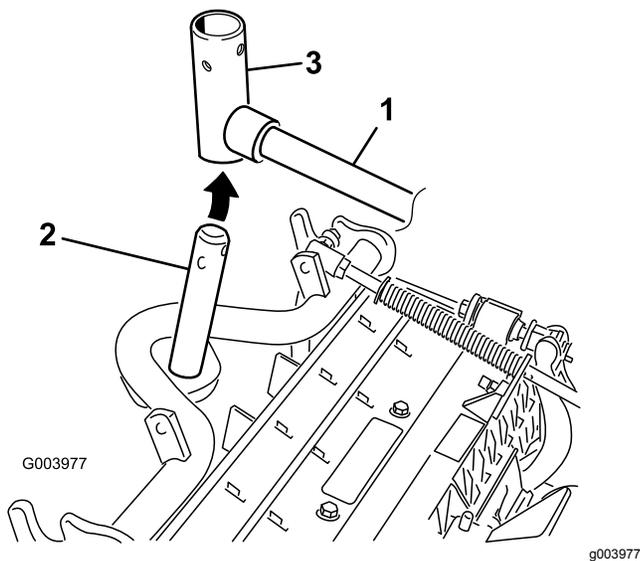

Рисунок 8
7. У передних режущих блоков: задвиньте режущий блок под подъемный рычаг, вставляя при этом ось несущей рамы в находящуюся над ней поворотную втулку подъемного рычага (Рисунок 8).
- B. Вставьте втулку подъемного рычага в ось несущей рамы (Рисунок 8).